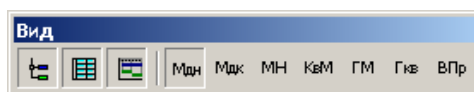

Рис.3.23 Панель инструментов "Вид".
- ❑ с помощью кнопок панели инструментов Вид (Рис. 3.23):